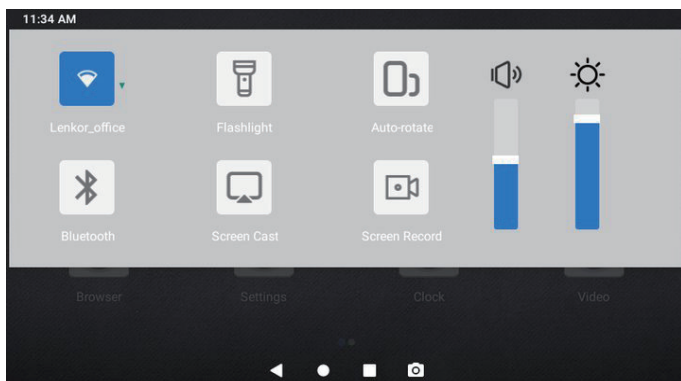

Figura 1.2.2
**Menu ao Deslizar para Baixo:** Deslize do topo da tela para baixo para exibir o Menu ao Deslizar para Baixo. Isto lhe dará acesso instantâneo a Wi-Fi, Bluetooth, uma lanterna, volume, brilho da tela, projeção de tela, rotação, e gravação de tela (ver Figura 1.2.2).